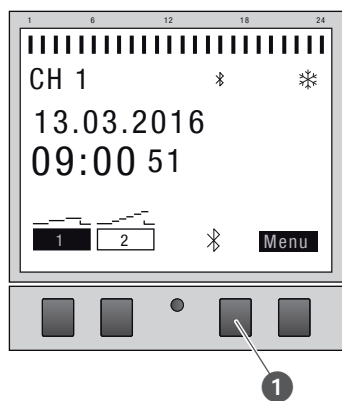

Fig. 24: Attivazione/disattivazione della connessione Bluetooth al timer
1. Per disattivare la connessione Bluetooth, premere il tasto Bluetooth (Fig. 24/❶) sul timer per ca. 2 secondi.